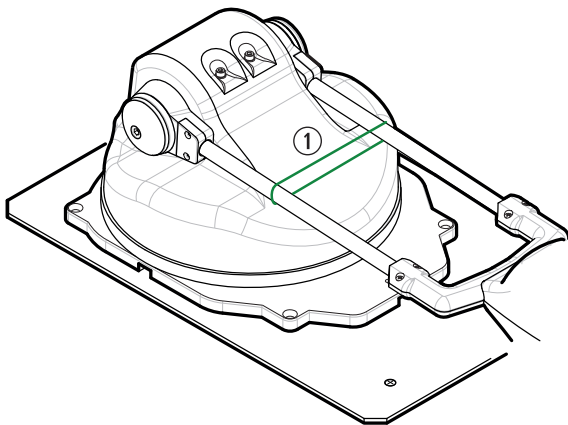

Abb. 16
Binden Sie ① die beiden Rohre des LNB-Haltearms zusammen (Abb. 16).